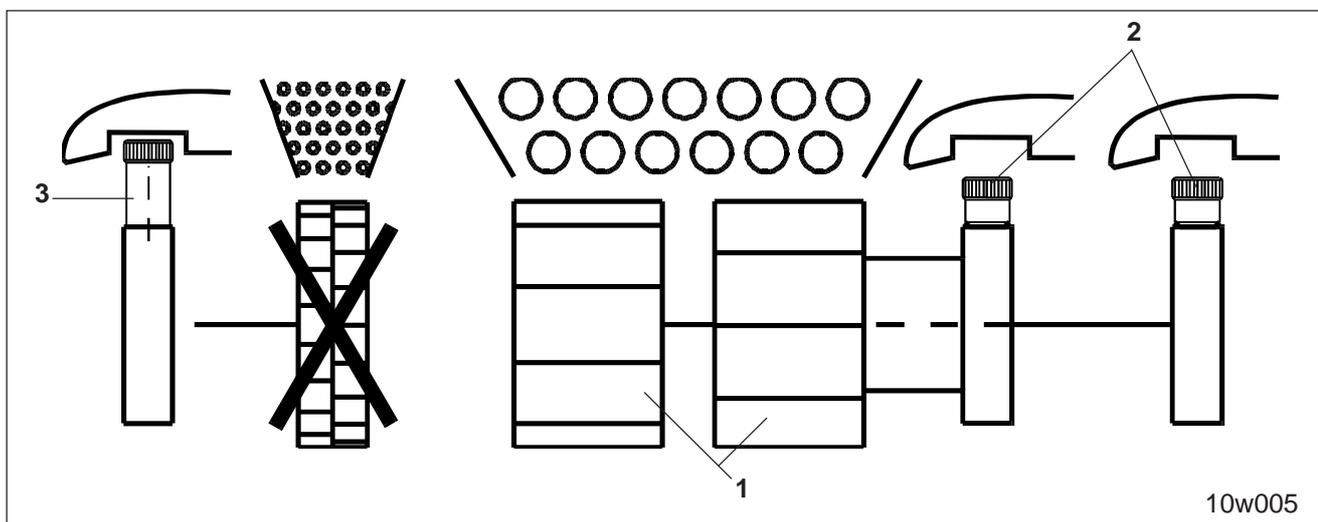

Fig. 15.5
Zur Aussaat mit beiden Hauptsärädern (Fig. 15.5/1)
- Rändelschrauben (Fig. 15.5/2) der Hauptsäräder einschrauben
- Rändelschraube (Fig. 15.5/3) des Feinsärades herausdrehen.